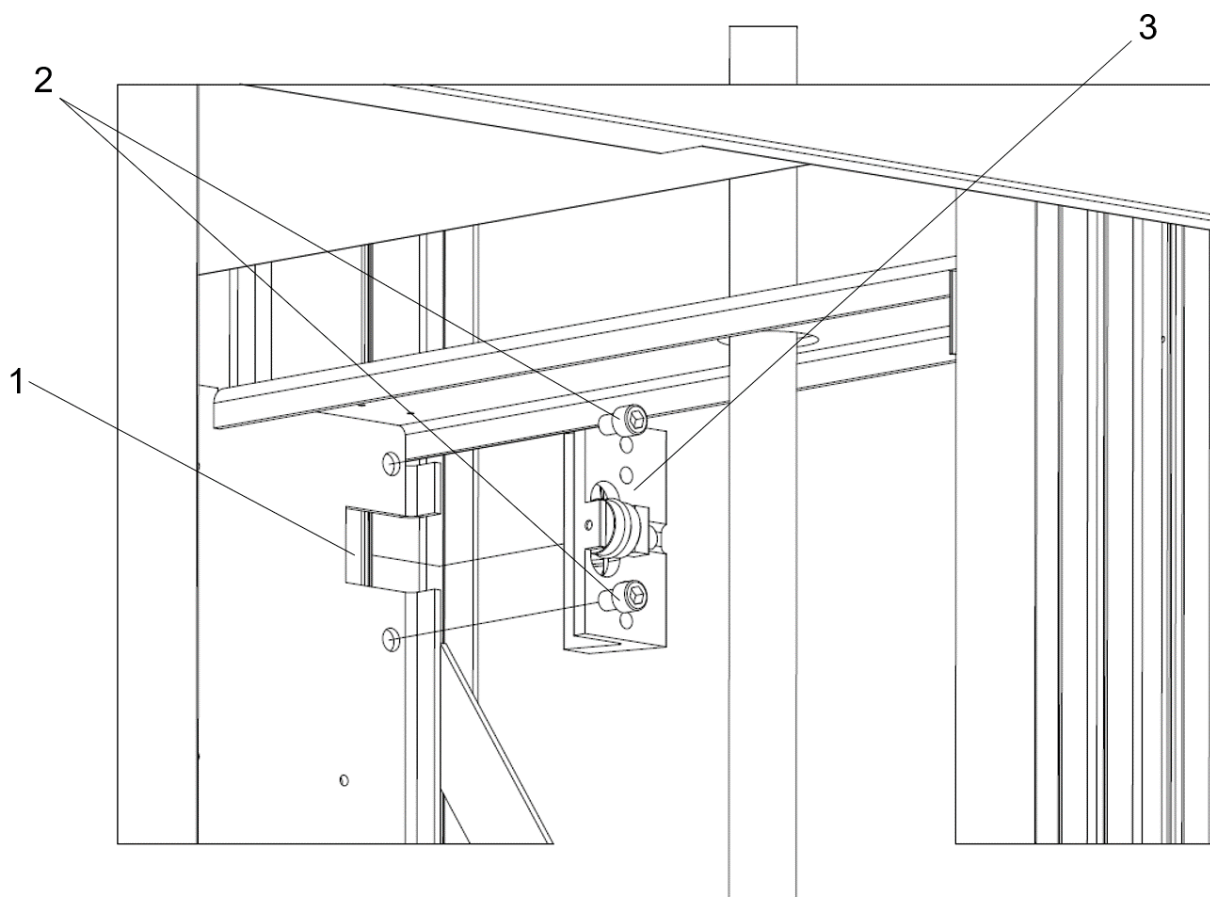

Fig. 35 Udskiftning af de øvre rullestyresko
7. Fjern de skruer (2), der holder den ene af de øvre rullestyresko (3), fra indersiden af elevatorstolen, se Fig. 35, og skyd rullestyreskoene fra styreskinnen (1).